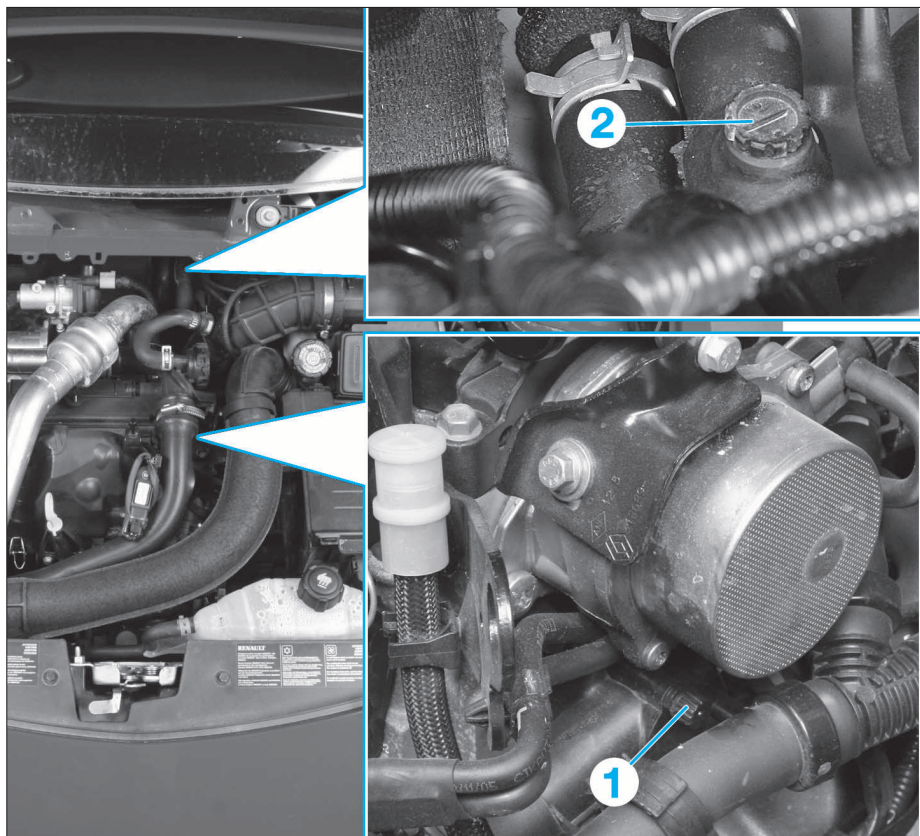

FIG. 42
- sur le boîtier thermostatique (1) (Fig.42).
- sur l'une des durits du radiateur de chauffage contre le tablier (2).